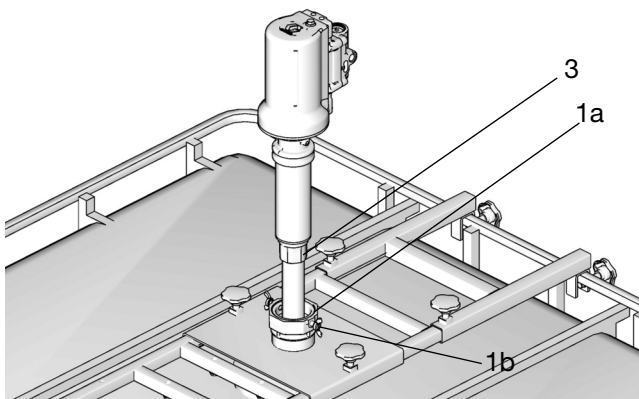

図 11
BSPP モデルはポンプインレットフィルターでシールするように設計されているため、ネジ用シーラントは必要ありません。これらのモデルでは、吸引チューブ/ホース(3)をポンプ(1)インレットハウジングに取り付けるだけです(図 11)。
3. ポンプ吸引チューブ(3)を栓アダプター(1a)に通して、タンクに挿入します(図 11)。ポンプを、ガスケットネジ(1b)(図 11)を締めることにより、しっかりとその位置に固定します。